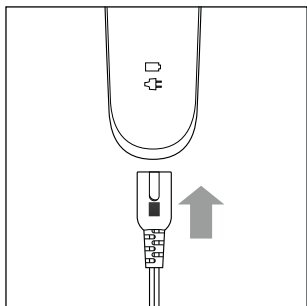

Fig. 1
- 2) Conecte el conector coaxial ⑨ del adaptador de red ⑧ en el aparato (consulte la fig. 1).
- 2) Conecte el conector coaxial **9** del adaptador de red **8** en el aparato (consulte la fig. 1).